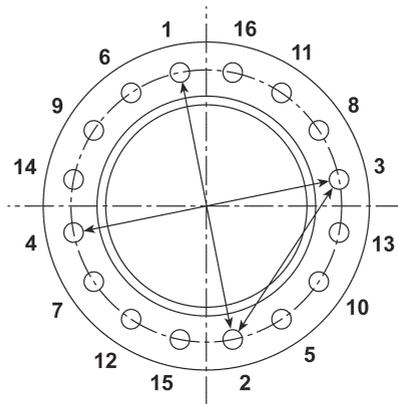

Fig. 13
- 5.3** Per prevenire malfunzionamenti e perdite delle guarnizioni, è necessario eseguire il serraggio a caldo delle connessioni quando lo scambiatore ha raggiunto la temperatura di lavoro, i bulloni devono essere serrati in modo uniforme e con la sequenza definita nella Fig. 13 e nella sezione 6.6, "Serraggio".
**6.6.1** Quando si reinstalla lo scambiatore, è necessario applicare le coppie di serraggio indicate in Tabella 2; i valori sono per superfici lubrificate di bulloni e tiranti. Il serraggio deve essere eseguito in modo uniforme operando in sequenza su bulloni diametralmente opposti, come illustrato in Fig. 13.